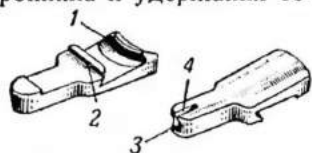

Рис. 24. Выбрасыватель:
25. Выбрасыватель с упором и пружиной (рис. 24) служит для извлечения гильзы из патронника и удержания ее в чашечке остова затвора при движении затвора назад. Он имеет: зацеп для захватывания за край гильзы; выступ, ограничивающий смещение выбрасывателя вперед и в стороны; гнездо для конца упора; продольный вырез для вывода конца упора из гнезда выбрасывателя при отделении последнего от затвора.